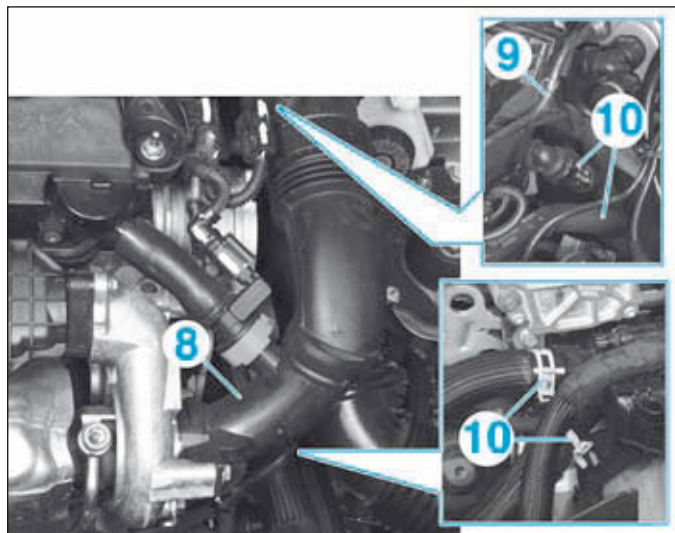

FIG.107
- Déposer (Fig.107) :
- le conduit d'air (8),
- la canalisation de dépression (9),
- les durits (10).